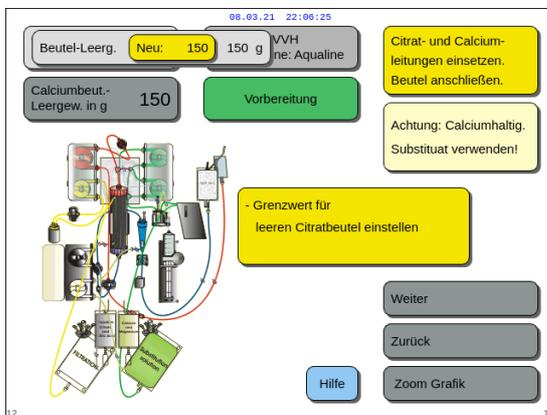

Abb. 73
2. Das neue Gewicht durch Drehen der *Hauptauswahltaste* nach links oder rechts einstellen (Abb. 73).